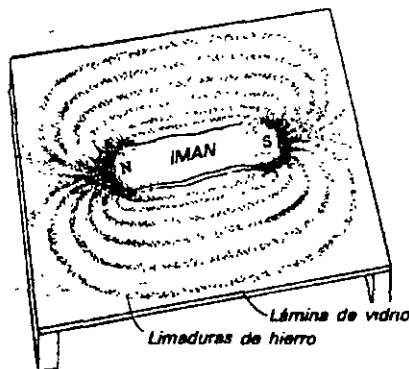

FIGURA R16-8 Imán y limaduras de hierro
Se hizo notar anteriormente que los objetos con cargas iguales se repelen entre sí, y con cargas diferentes se atraen. El lector recordará sus estudios de física, que un imán natural está rodeado de un campo de fuerzas. El experimento clásico es colocar un imán de barra bajo una hoja de papel o un vidrio, sobre los que descansan limaduras de hierro (figura R16-8). Las limaduras se alinean a lo largo de las líneas de fuerza que parten de un extremo del imán y regresan al otro. A un extremo se le llama *polo norte (N)*, y al otro *polo sur (S)*.